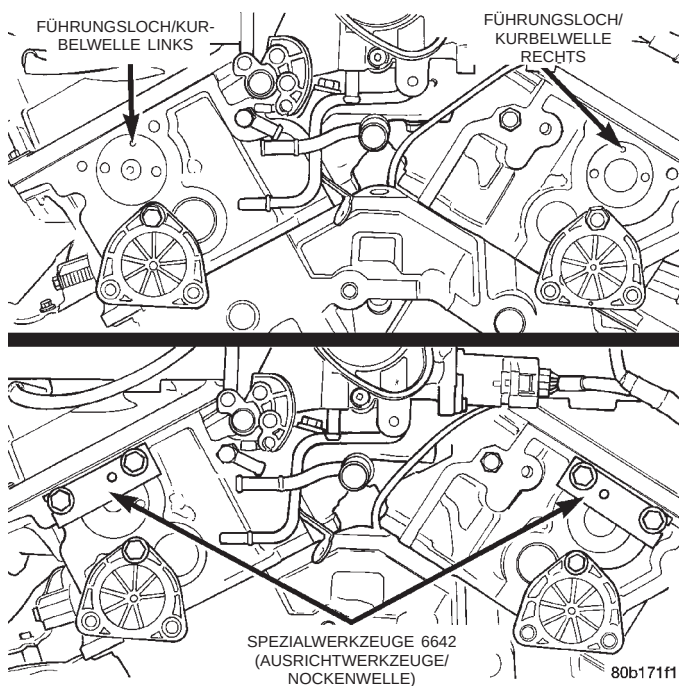

Abb. 50 Spezialwerkzeug 6642 (Ausrichtwerkzeug/ Nockenwelle)
(3) Die Spezialwerkzeuge 6642 zur Ausrichtung der Nockenwelle hinten an jedem Zylinderkopf ausrichten. (Abb. 50).